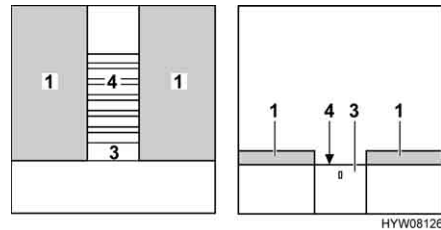

Bild 75 Während des Umbaus
- Lattenrost (Bild 75,4) ganz herausziehen. Dazu am Auszug (Bild 75,3) ziehen.